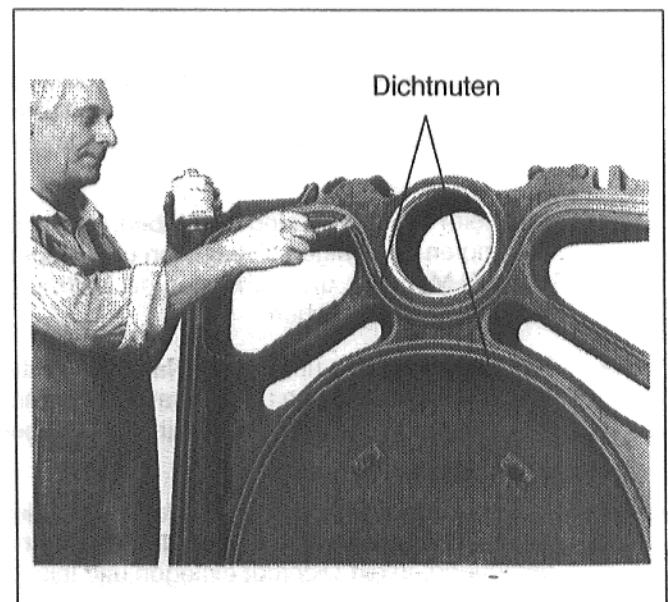

Abb. 12
- Dichtnuten mit Schmirgelleinen und Lappen reinigen (Abb. 12).
- Dichtnuten mit Haftmittel (Primer) einstreichen (Abb. 12).